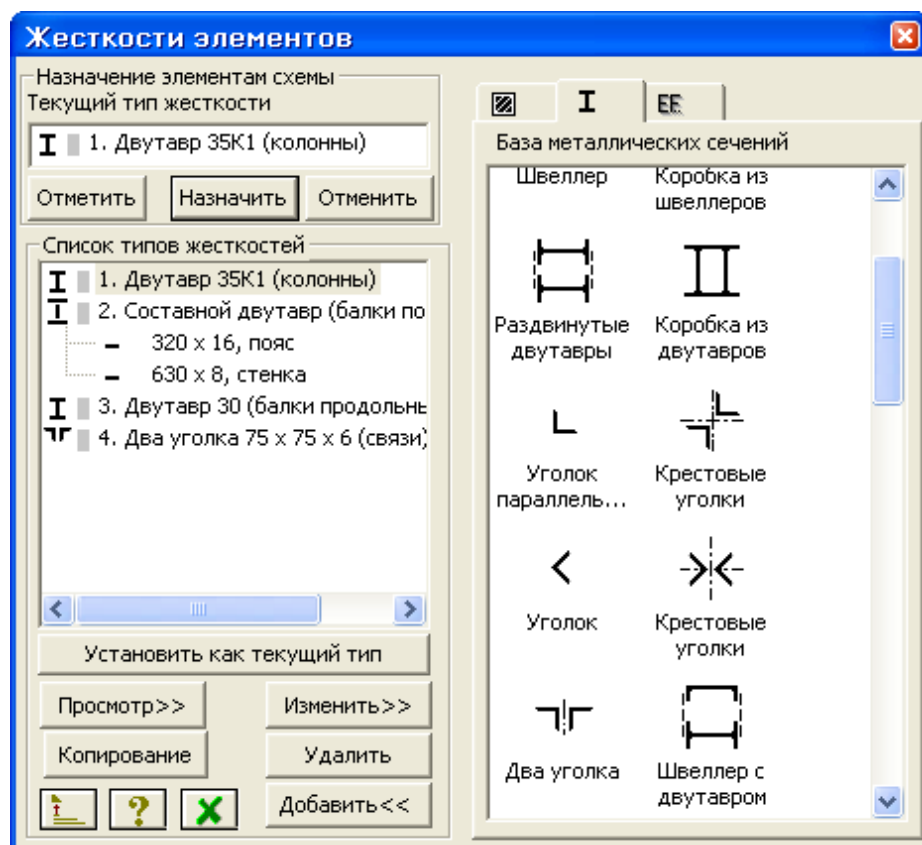

Рис.12.10. Диалоговое окно Жесткости элементов
- С помощью меню **Жесткости** ⇒ **Жесткости элементов** (кнопка  на панели инструментов) вызовите диалоговое окно **Жесткости элементов** (рис.12.10).